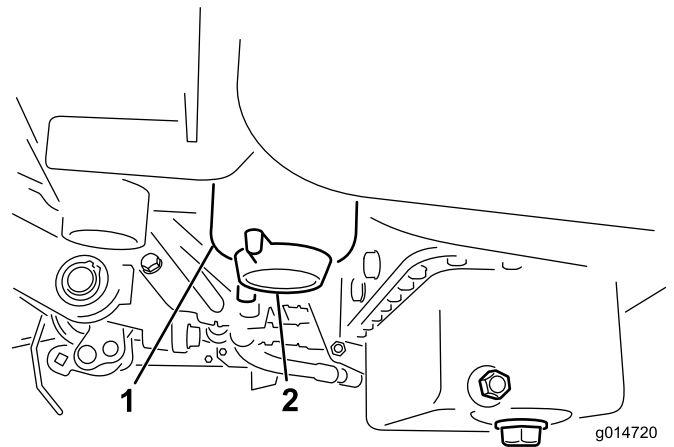

Bild 33
3. Öffnen Sie den Ablassschraube am Kraftstofffilter um ungefähr eine Umdrehung und lassen angesammeltes Wasser ablaufen (Bild 33). Ziehen Sie anschließend die Schraube wieder fest.